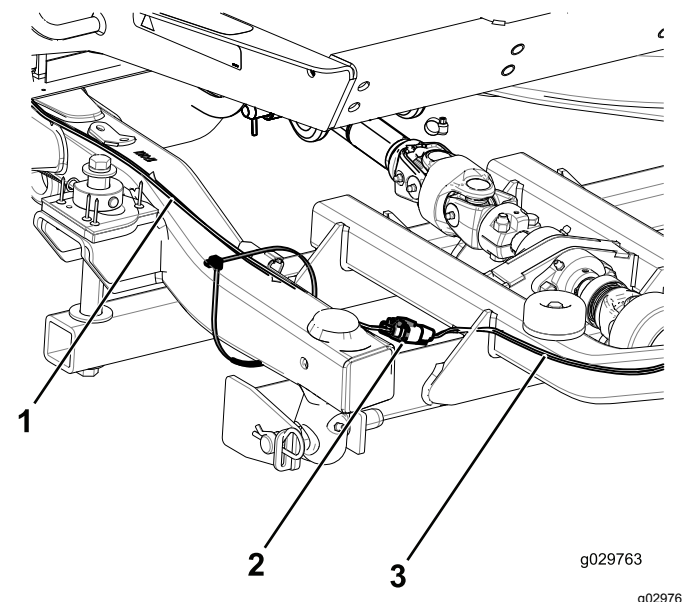

図 11
6. ケーブルタイを使用して、コンソールのワイヤハーネスを機体と昇降アームに固定する 図 11。
7. ブロアのワイヤハーネスをシュートモータに接続してから、コンソールのワイヤハーネスに接続する 図 11。